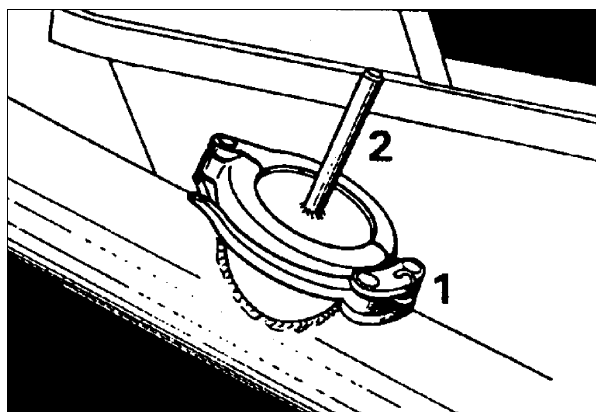

Fig. 3
- Soltar la tapa 2 (Fig. 3) y sacar la bola de limpieza.